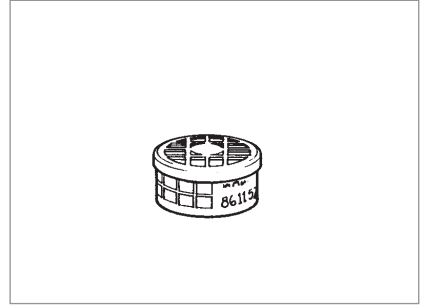

Figure 5 : Détecteur alpha de type passif
- **Détecteurs alpha de type passif** – L'appareil contient une mince pellicule spéciale insérée dans un contenant muni d'un couvercle avec filtre (voir la Figure 5). La période d'exposition des dispositifs de type passif varie de plusieurs mois à une année complète. Les détecteurs alpha de type passif doivent être expédiés à un laboratoire pour fins d'analyse.